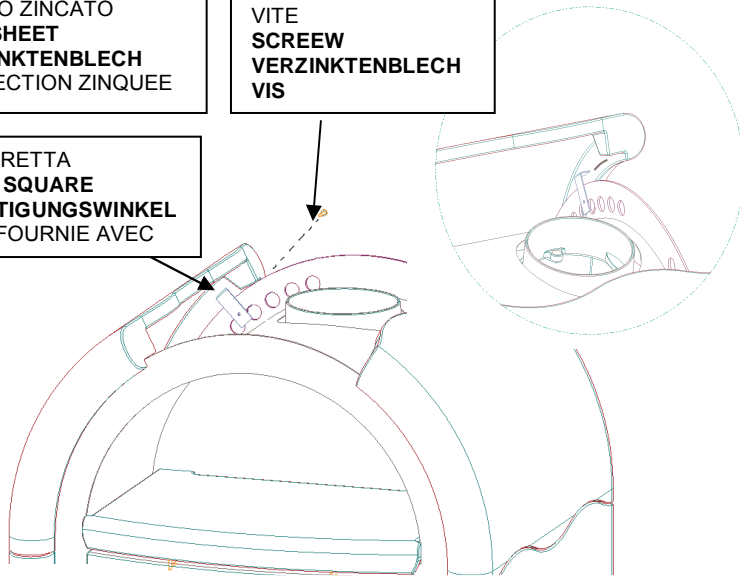
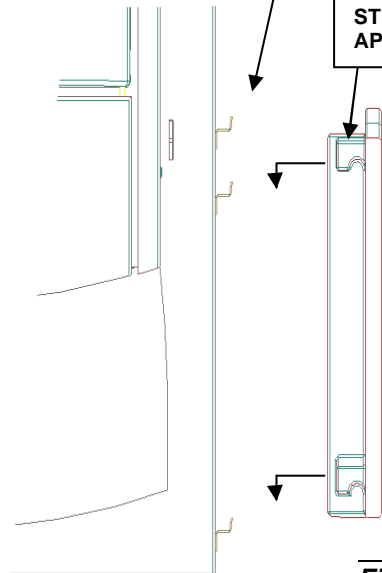

Figura 4
Figura 2
Le piastrelle della stufa STEFANY FORNO vanno posizionate come da Figura 1: si posiziona per prima una delle piastrelle piane (A) sui due sostegni più in basso (Figura 2 e Figura 4) assicurandosi che gli appoggi della piastrella siano ben agganciati ai sostegni. Si procede allo stesso modo con la seconda piastrella piana (A), che va agganciata al terzo e al quarto sostegno a partire dal basso (Figura 4). Si procede, quindi, con la terza piastrella piana e successivamente una delle due piastrelle curve senza foro (B). Per bloccare quest'ultima, è necessario montare l'apposita squadretta, che va fissata all'interno della schiena della stufa (Figura 3). Si ripetono le stesse operazioni per montare le piastrelle (A-B) sull'altro lato della stufa. Infine, si posiziona la piastrella curva con il foro (C).